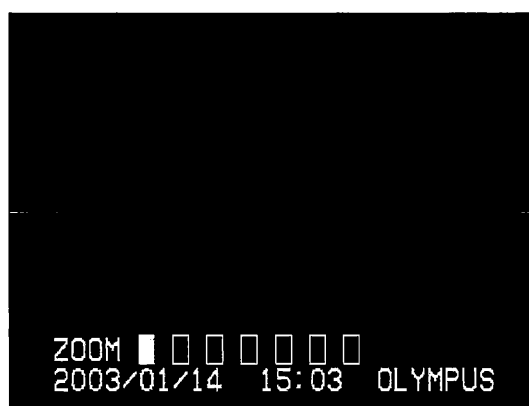

図 4.4
1. ライブ画像表示中に、操作部上面の [ZOOM] レバーを [T] 方向に押すことで観察画像のズーム（拡大）ができます。ズーム操作時には、LCD モニター上にズームレベルの表示が約 3 秒間表示されます。また、ズーム画像表示中は、ズーム状態を表示する [ZOOM] が表示されます。（図 4.4 参照）